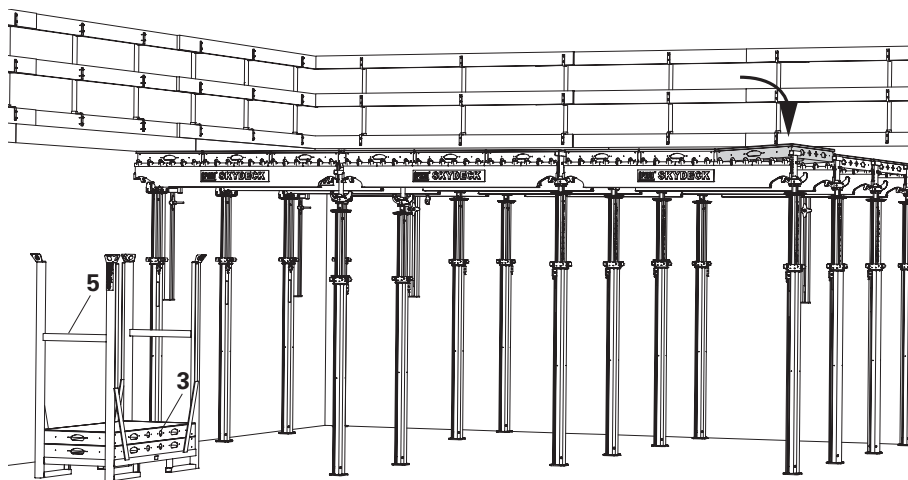

Fig. A4.18
Appoggiare la barella SD (5) con gli elementi (3) sulla cassaforma. Montare gli elementi sulle travi. Predisporre le barelle vuote per il disarmo. (Fig. A4.18)